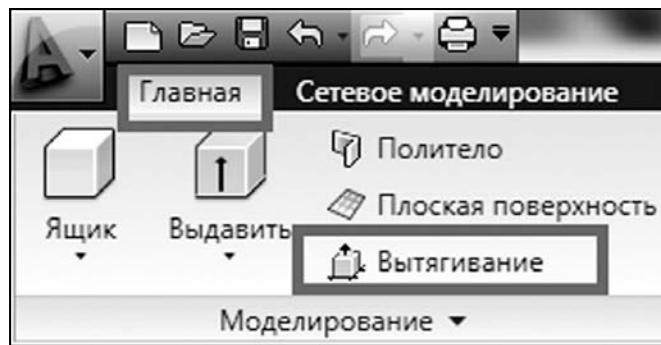

Рис. 7.3. Расположение команды «Вытягивание»
- ◆ «Лента»: «Главная» → «Моделирование» → «Вытягивание» (рис. 7.3);